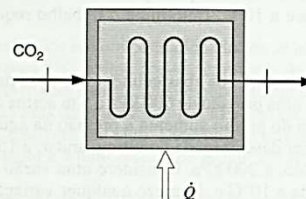

FIGURA P6.32
6.32 Bióxido de carbono entra em regime permanente em um aquecedor a 300 kPa e 15°C, e sai a 275 kPa e 1200°C, conforme mostrado na Fig. P6.32. Variações nas energias cinética e potencial são desprezíveis. Calcule a transferência de calor requerida por quilograma de bióxido de carbono escoando através do aquecedor.